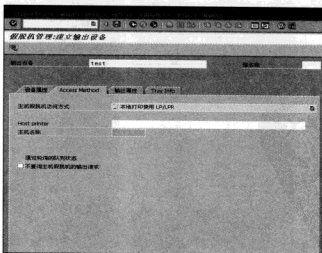

图 12-59 设置“主机假脱机访问方式”选项
- (1) 设备类: 选择“打印标准”。
- (2) 设备类型: 将“在 SAP 系统中锁定打印机”选项勾选上。
STEP ④ 选择“Access method”页面, 从中可以设置“主机假脱机访问方式”及 HOST 地址、“主机名称”等选项, 如图 12-59 所示。